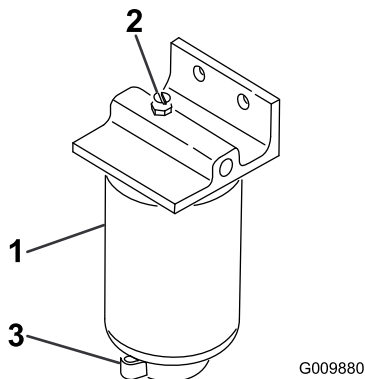

Bild 57
2. Lösen Sie das Ablassventil an der Unterseite der Filterglocke (Bild 57).
1. Reinigen Sie den Anbaubereich der Filterglocke (Bild 57).